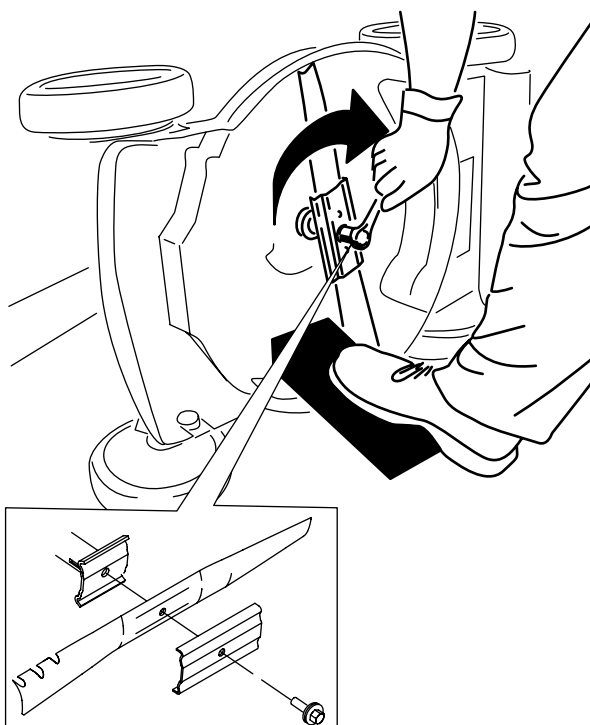

Figure 30
5. Montez la nouvelle lame et toutes les fixations (Figure 30).